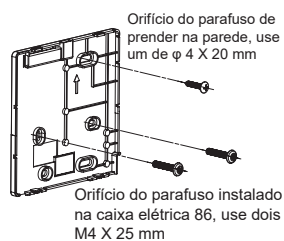

Figura 4
3. Use dois parafusos M4 X 25 para instalar a tampa traseira na caixa elétrica 86 e use um parafuso M4 X 20 para prendê-la na parede. (Figura 4)